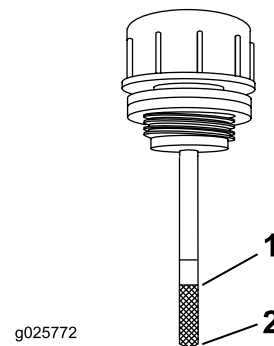

Figure 68
6. Nettoyez la surface autour de la jauge du réservoir du système hydraulique (Figure 68).
7. Sortez la jauge du réservoir hydraulique (Figure 68).
9. Ressortez la jauge et examinez son extrémité (Figure 68). Si le niveau de liquide est au repère minimum, versez lentement la quantité de liquide qui convient dans le réservoir hydraulique pour faire monter le niveau jusqu'au repère maximum.